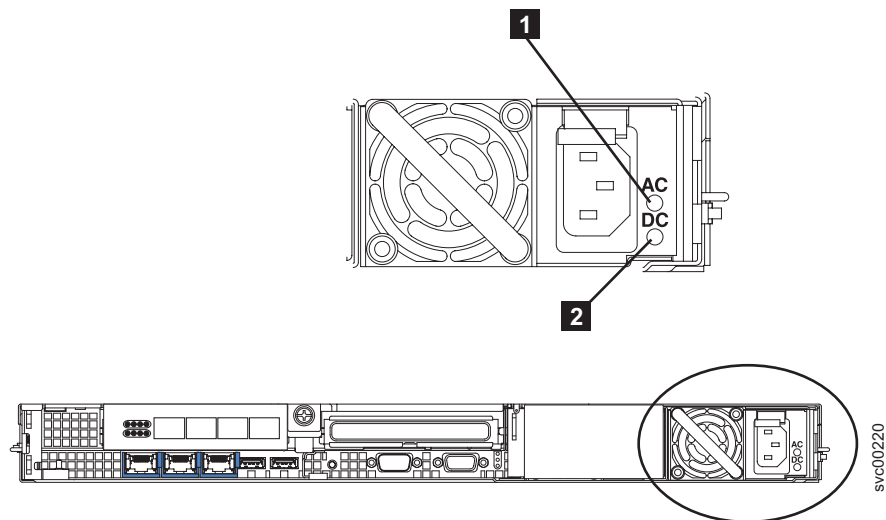

図 185. SAN ボリューム・コントローラー 2145-8G4 AC LED と DC LED
4. 電源機構上の AC 電源 LED **1** と DC 電源 LED **2** が点灯し (601 ページの図 185 を参照)、電源機構が正しく作動していることを示していることを確認してください。2 つの緑色の LED は電源コード・コネクタの隣にあります。